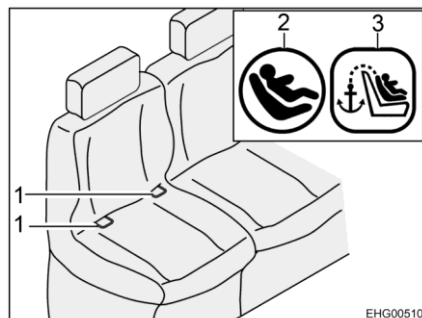
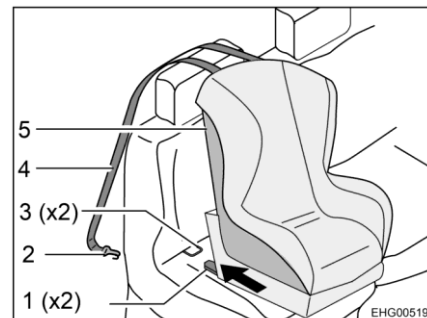

Bild 10 Stol med Isofix
Bild 11 Fastsättning med övre hållrem
- Låt låsarm (Bild 11,1) i fästbygel (Bild 10,1 och Bild 11,3) klicka på plats. Ett tydligt klickande ljud ska höras.
- Kontrollera med ett kraftigt ryck om barnstolen (Bild 11,5) sitter fast.
- För det övre hållremsskärpet (Bild 11,4) över sätets nackstöd.
- Haka fast fästkorkarna (Bild 11,2) på förankringspunkten på baksidan av nackstödet på fordonssitsen.